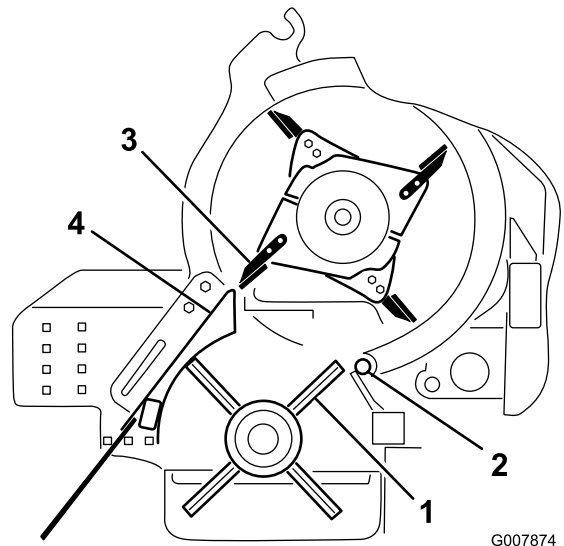

Figura 61
4. Ruotate la puleggia finché una fila della spazzola non si allinea all'angolo rotante (Figura 61).
5. Ruotate la tranciatrice finché una punta della lama non si allinea con la parte esterna dell'alloggiamento della spazzola (Figura 61).